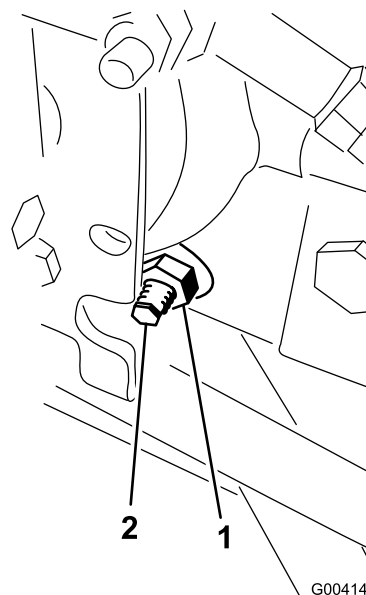

Figure 45
3. Sous le côté droit de l'hydrostat, desserrez le contre-écrou sur la came de réglage de transmission (Figure 45).